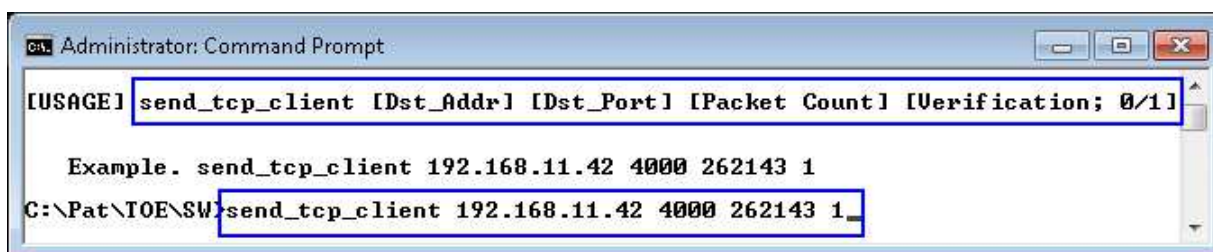

図 10: “send_tcp_client”アプリケーションを起動
- (2) PC 側でコマンド・プロンプトを開き図 10 のように“send_tcp_client”アプリケーションを起動します。このソフトウェアは以下4つの引数を必要とします。